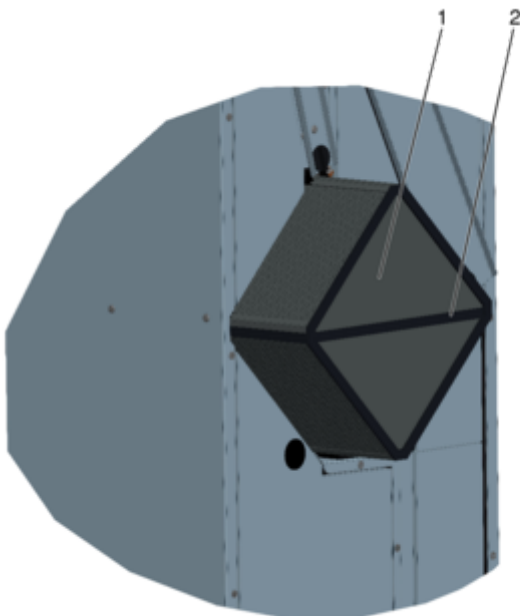

Abb. 43: Wärmerückgewinner demontieren
3. ▶ Wärmerückgewinner (Abb. 43 /1) an der Lasche (Abb. 43 /2) herausziehen.
Wärmerückgewinner (Abb. 43 /1) mit warmem Wasser (max. 40 °C) ausspülen (z.B. mit einem handelsüblichen Duschkopf).